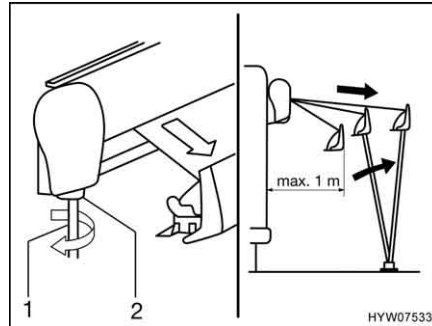

Fig. 30 Estrazione della tenda
- Inserire la manovella (Fig. 30,1) nel supporto a baionetta (Fig. 30,2) della tenda e girarla in senso antiorario. La tenda si apre dopo un paio di rotazioni.